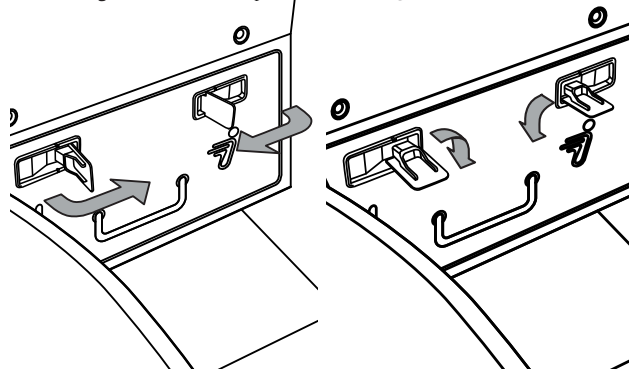

Ilustración 37: tire de los seguros del módulo de batería hacia afuera y gírelos.
2. Tire hacia afuera de los seguros y gírelos como se muestra en la **ilustración 37**.